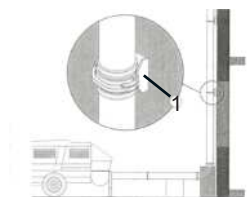

Fig. 4
- **Contrôler l'état des tuyauteries et le serrage correct des raccords tant au cours du montage de la ligne ou du positionnement de la colonne qu'avant de commencer chaque phase de pompage. Les tuyauteries doivent être correctement bloquées en utilisant éventuellement des étriers de fixation appropriés (par exemple, Fig. 4 Rep. 1).**